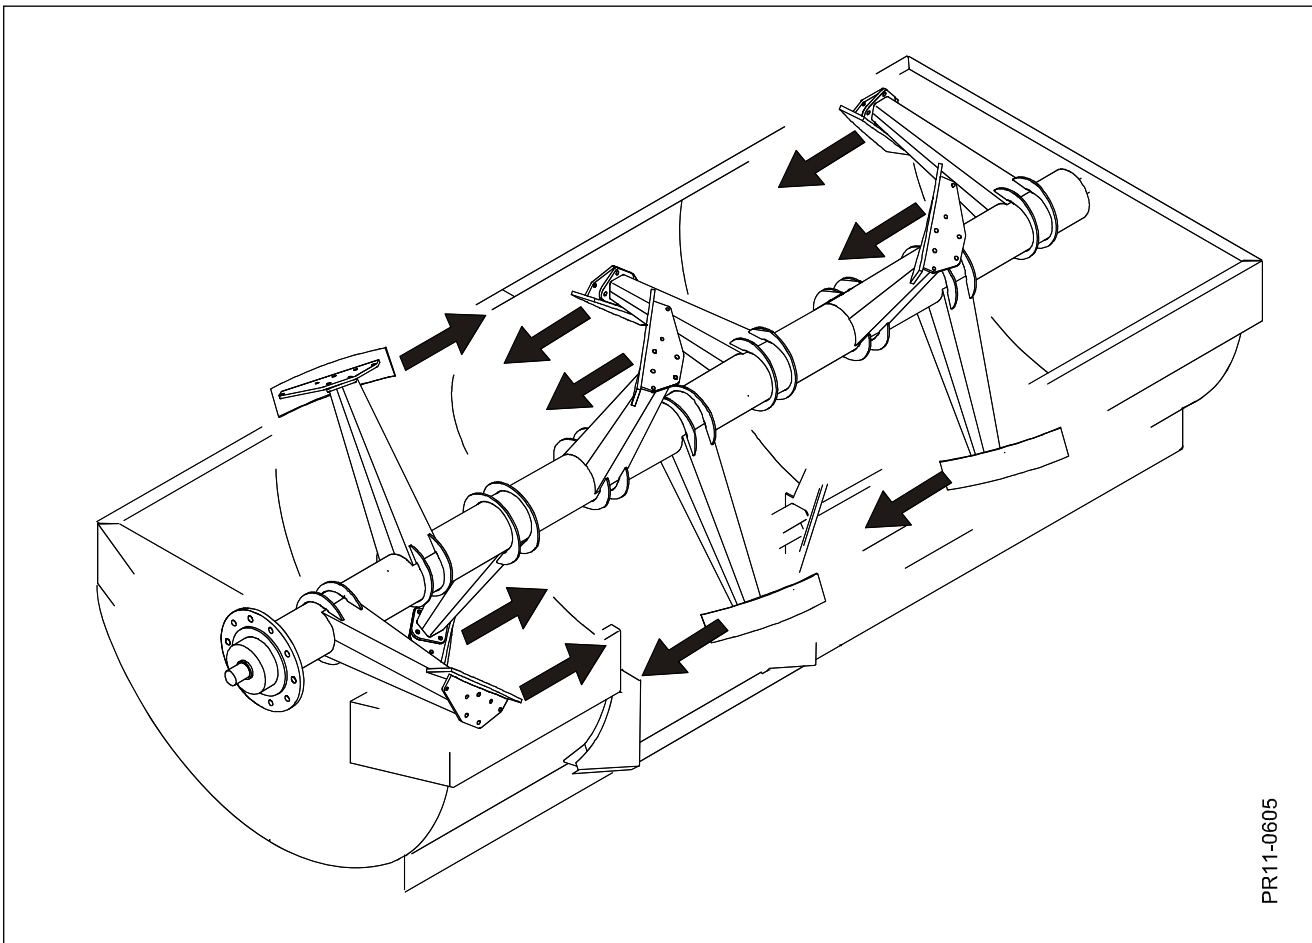

Fig. 2.1
**Fig. 2.1** Paddlarna är snedställda för att ge en blandningseffekt, som blandar materialet i vagnens längdriktning. Denna snedställning hjälper samtidigt till att förflytta materialet mot utloppet vid utfodring.